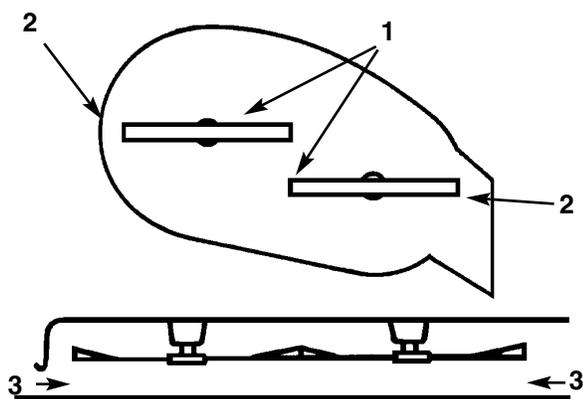

Bild 48
2. Die Mitläuferscheiben-Riemenführung so stellen, daß sie nach links gerichtet ist, d.h. 90° zum Mitläuferarm (Bild 48). Die Befestigungsschraube und Kontermutter, mit denen die Mitläuferscheibe und Riemenführung abgesichert werden, festziehen.
4. Das/die Messerbalken vorsichtig von Seite zu Seite drehen (Bild 48). Den Abstand zwischen den äußeren Schnittkanten und der flachen Standfläche messen (Bild 48). Wenn beide Meßwerte nicht innerhalb von 4,762mm voneinander liegen, muß der Abgleich eingestellt werden; siehe Schritte 5 und 6.